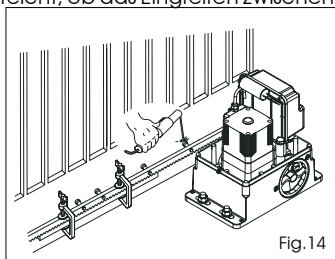

Fig.14
5) Ein weiteres Element der Zahnstange an das vorherige Element anlegen, um die Verzahnung der beiden Elemente in Phase zu bringen. Dabei wird ein Stück der Zahnstange, wie in Abb. 14 gezeigt, verwendet.